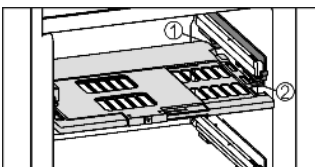

Fig. 21
- ▶ Introduire la plaque de régulation de l'humidité : insérer les travers du couvercle de la plaque par le bas dans le support arrière Fig. 21 (1) et encliqueter devant dans le support Fig. 21 (2).